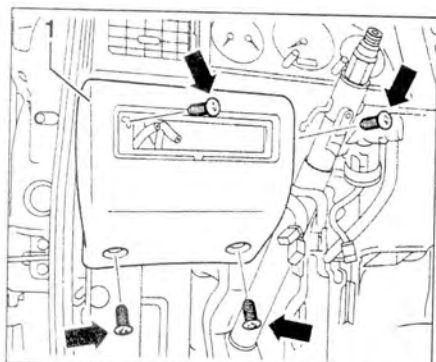

Рис. 5.5. Открутите болты (стрелки). Снимите панель 1 и нажмите педаль сцепления до упора.
5. Открутите болты (стрелки) (рис. 5.5). Снимите панель 1 и нажмите педаль сцепления до упора.